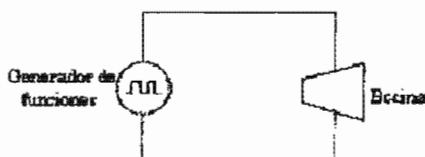

Figura 3.5
- Arme el circuito de la Figura. 3.5